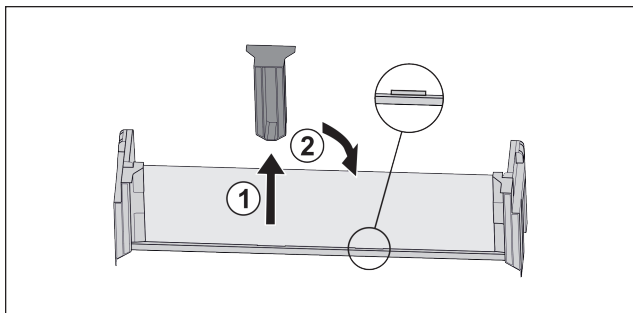

Fig. 124
- Stáhněte prostřední přídržný díl Fig. 124 (1).
- Vložte prostřední přídržný díl do druhé polohy Fig. 124 (2).